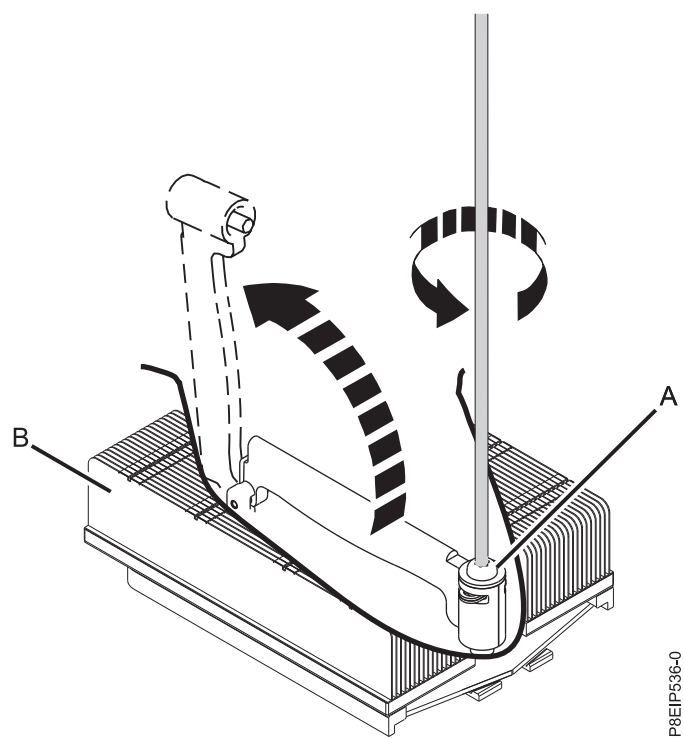

図 34. ヒート・シンク・ロード・アームのねじを締める
3. #3 Phillips ドライバーを使用して、取り外すシステム・プロセッサ・ヒート・シンク (B) のロード・アームねじ (A) を緩めます。ロード・アームが、37 ページの図 34に示す方向に旋回して上がります。